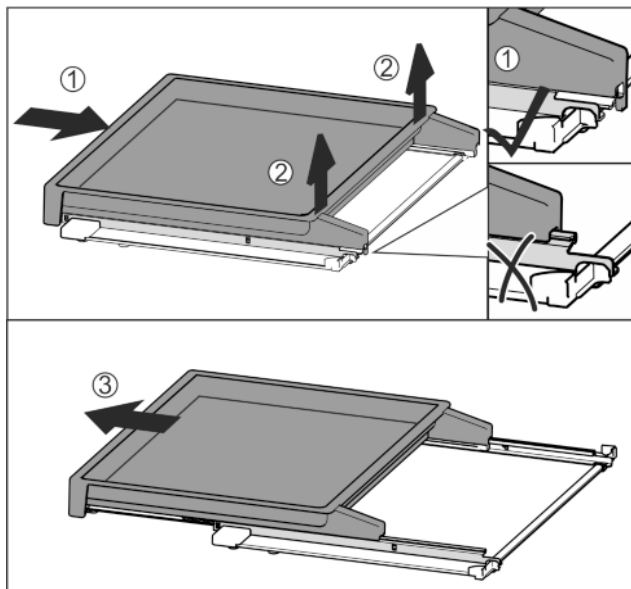

Fig. 37
- ▶ Spingere completamente il ripiano estraibile Fig. 37 (1).
- ▶ Staccare il blocco sul lato posteriore Fig. 37 (2).
- ▶ Estrarre in avanti il ripiano estraibile Fig. 37 (3).